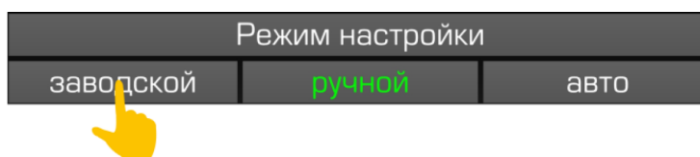

Рисунок 5.134. Активация заводской настройки
- ▶ Активировать режим настройки «заводской», рис. 5.134.